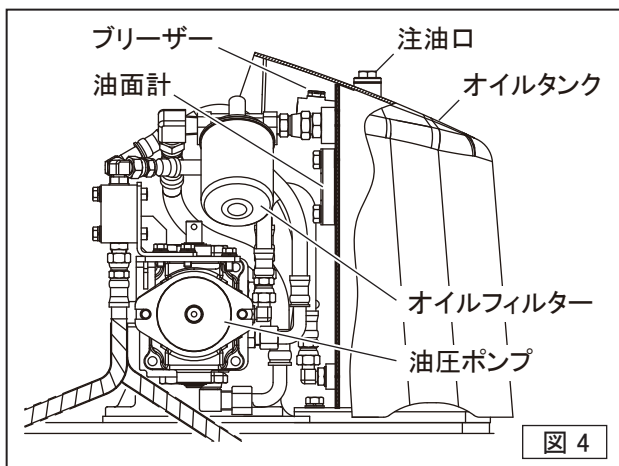

図 4
- オイルタンクの油面計を見て、作動油が規定量(ゲージの中間)入っているか確認してください。(図4)